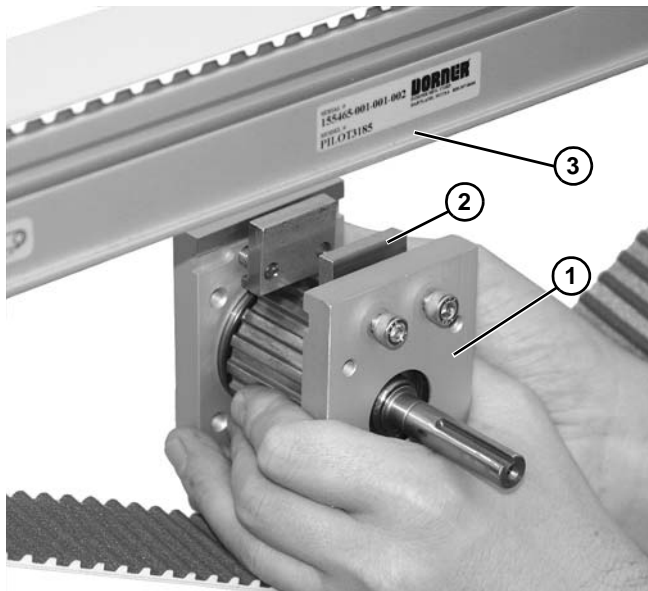

Figura 85
3. Baje el bloque de agarre (Figura 85, artículo 2) del conjunto del husillo central (Figura 85, artículo 2) del canal del transportador (Figura 85, artículo 3) en cada lado del armazón del transportador.